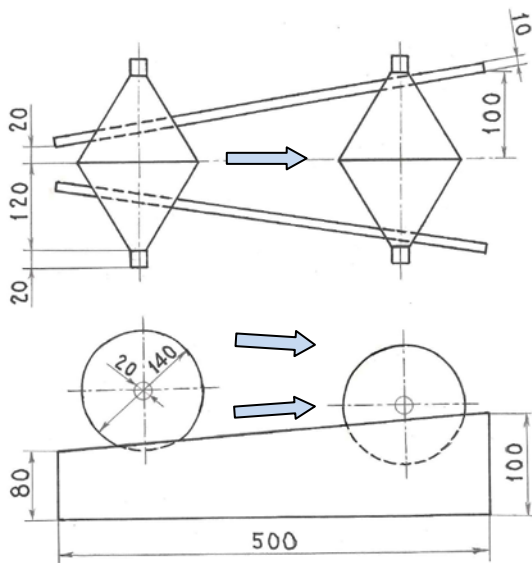

図4 車は坂を上ったか、下ったか？
- この図を見てみてください。(図4[6]を見せる)車が右に進むと車の軸やてっぺんが下がって行くのがわかりますね。